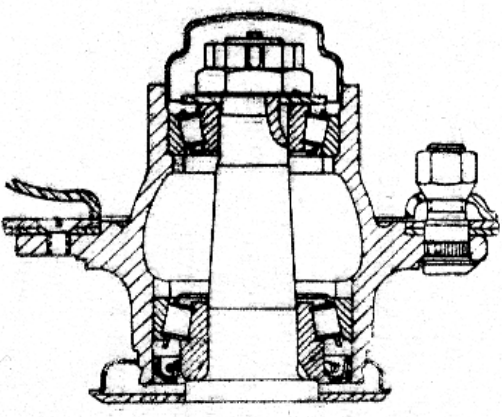

Рис. 62. Подшпинники ступицы передних колес.
2. Затяните гайку ключом, имеющим длину плеча 200 мм, усиленным одной руки так, чтобы колесо вращалось туго от руки. При затягивании гайки нажимайте на ключ плавно, без рывков. Одновременно с затяжкой гайки поворачивайте колесо, чтобы ролики вращались правильно по положению в подшпинниках (рис. 62).